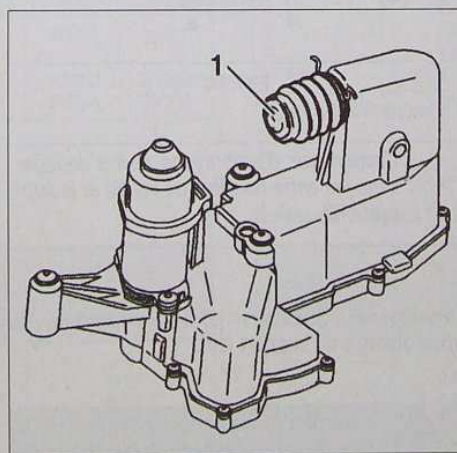

FIG.5
Il est interdit de manipuler l'actionneur par la tige de poussée (1) (Fig.5), de comprimer et relâcher la tige de poussée, d'alimenter directement un actionneur d'embrayage avec une source d'alimentation 12 volts et de piloter l'actionneur déposé à l'aide de l'outil de diagnostic.